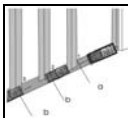

Fig. 13 : Mesure de distance avec cotes
6. Déplacer doucement l'instrument le long de la ligne radiale en observant la valeur mesurée (voir Fig. 13). L'instrument montre les flèches  ou  pour indiquer la direction où il faut procéder et commence à sonner à une distance de 0.1m des seuils (a) et (b) prédéfinis en émettant un son continu une fois le seuil atteint. La mesure a une durée d'une minute environ et peut être terminée par la touche  ou .